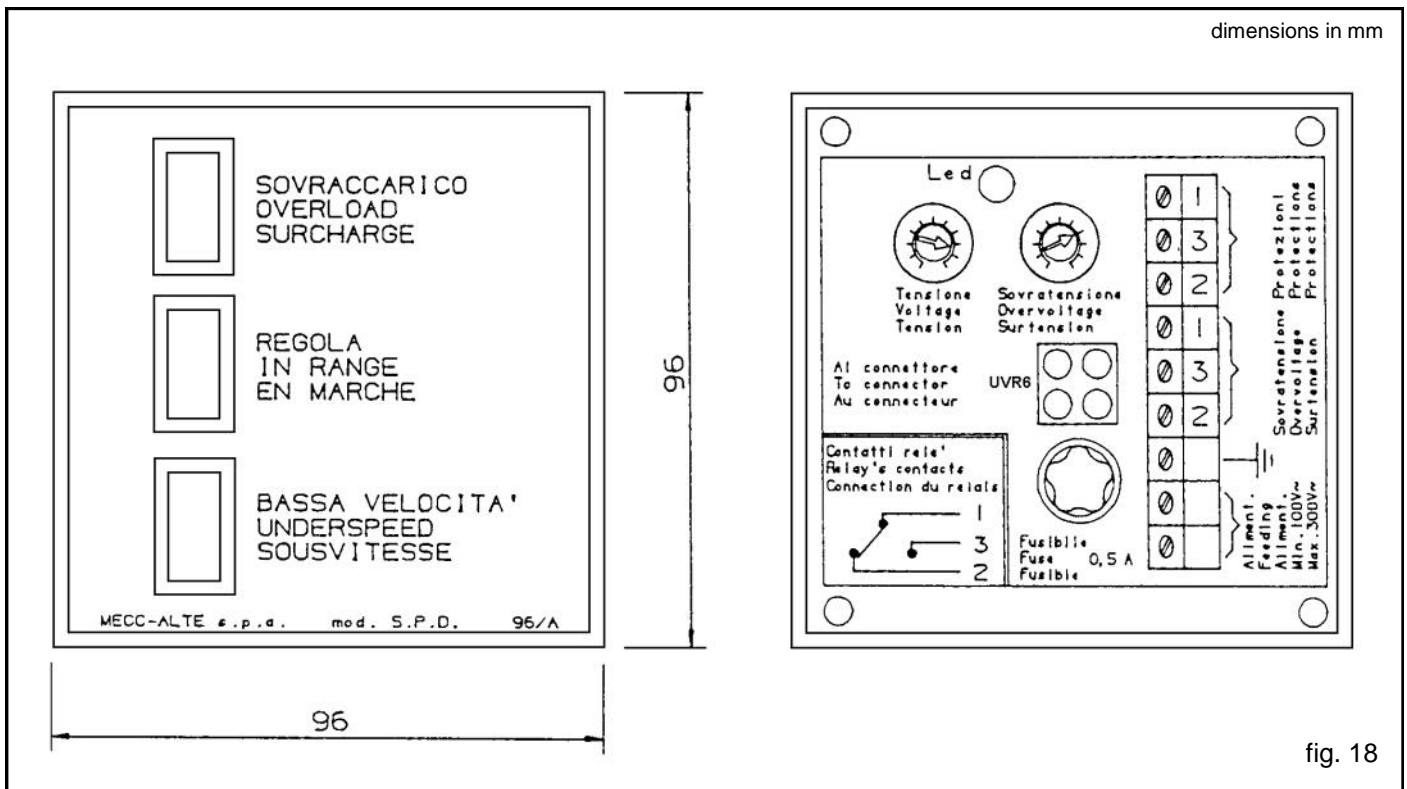

fig. 18
-) Tra i morsetti "Protezioni" (vedi fig. 18) si deve avere: contatto 1-3 = aperto, contatto 1-2 = chiuso.
-) The "Protection" terminals should be in the following state (see fig. 18): contact 1-3 = open, contact 1-2 = closed.
Tra i morsetti "Protezioni" (vedi fig. 18) si deve avere: contatto 1-3 = chiuso, contatto 1-2 = aperto.
Tra i morsetti "Protezioni" (vedi fig. 18) si deve avere: contatto 1-3 = chiuso, contatto 1-2 = aperto
-) Ruotare entrambi i trimmer dell'SPD96/A in senso antiorario; il led rosso posto sopra i due trimmer deve essere spento e tra i morsetti "Sovratensione" si deve avere: contatto 1-3 = aperto, contatto 1-2 = chiuso (vedi fig. 18).
The "Protection" terminals should be in the following state (see fig. 18): contact 1-3 = closed, contact 1-2 = open.
-) Turn both the SPD96/A trimmers anticlockwise; the red LED positioned above the two trimmers should be off and the "Overvoltage" terminals should be in the following state: contact 1-3 open, contact 1-2 closed (see fig. 18).
zione del contatto "Sovratensione" (vedi fig. 18): contat-
"Overvoltage" contact (see fig. 18): contact 1-3 closed,